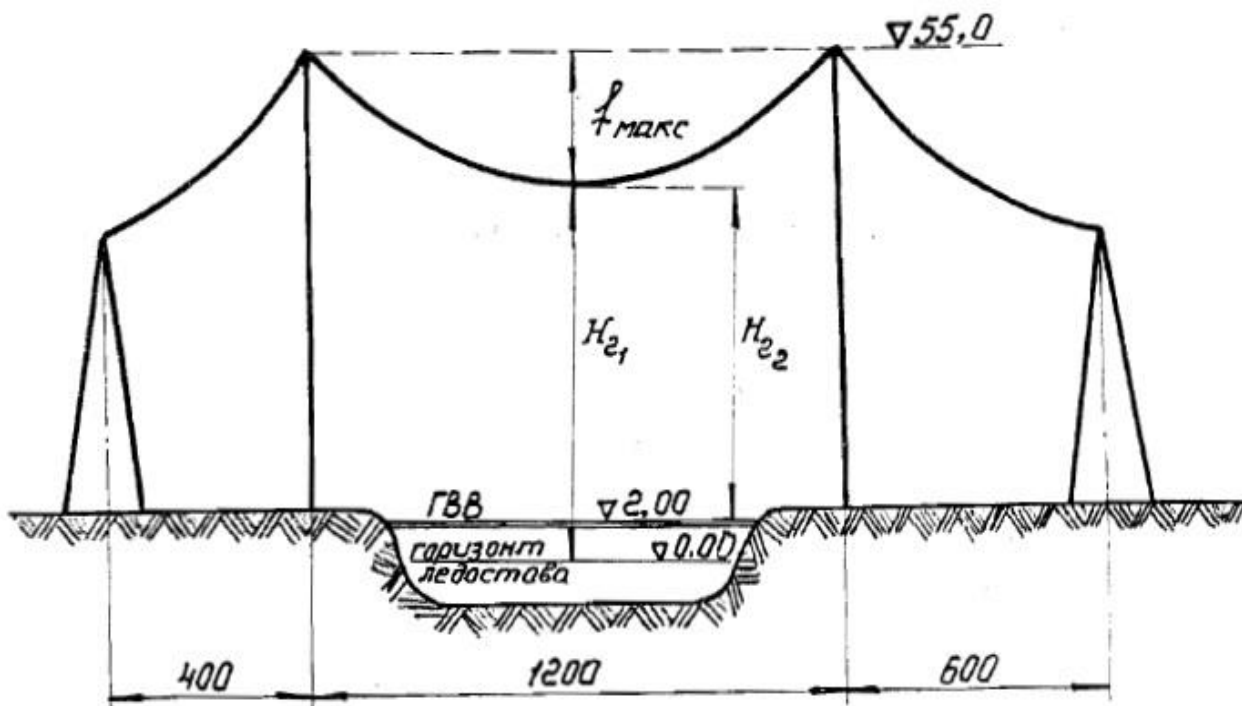

Рисунок 12 – Схема пересечения залива несудоходного озера ВЛ.
41. Для пересечения залива несудоходного озера, представленного на рис. 12, проверить габарит пересечения в период ледостава. Переход выполнен проводом ТК-20. Климатические условия: $P_n = 40 \text{ кг/м}^2$, $C = 15 \text{ мм}$, $t_{\text{макс.}} = + 38^\circ \text{ С}$.